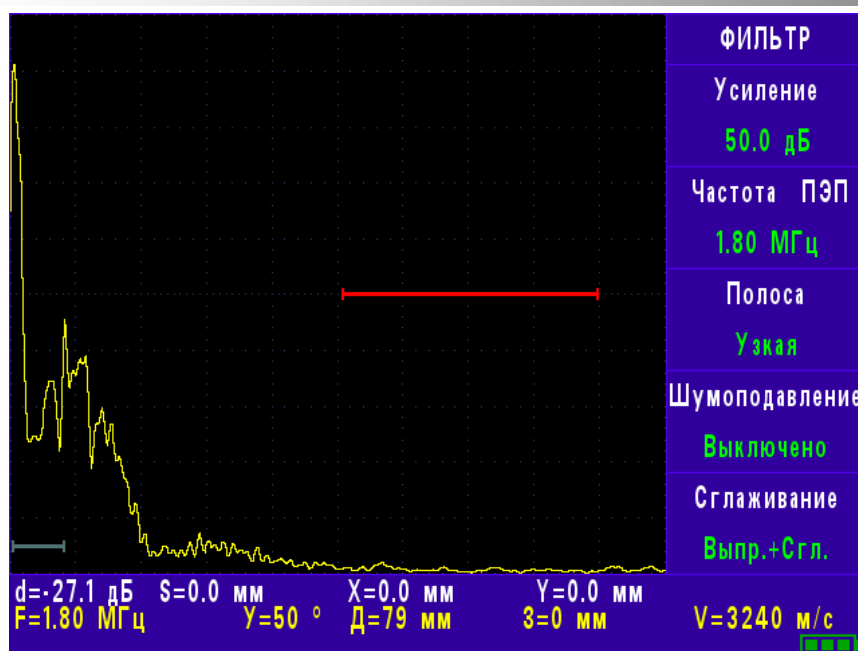

Рис. 5.21
5.5.15. Меню **«ФИЛЬТР»** содержит следующие параметры (рис. 5.21).